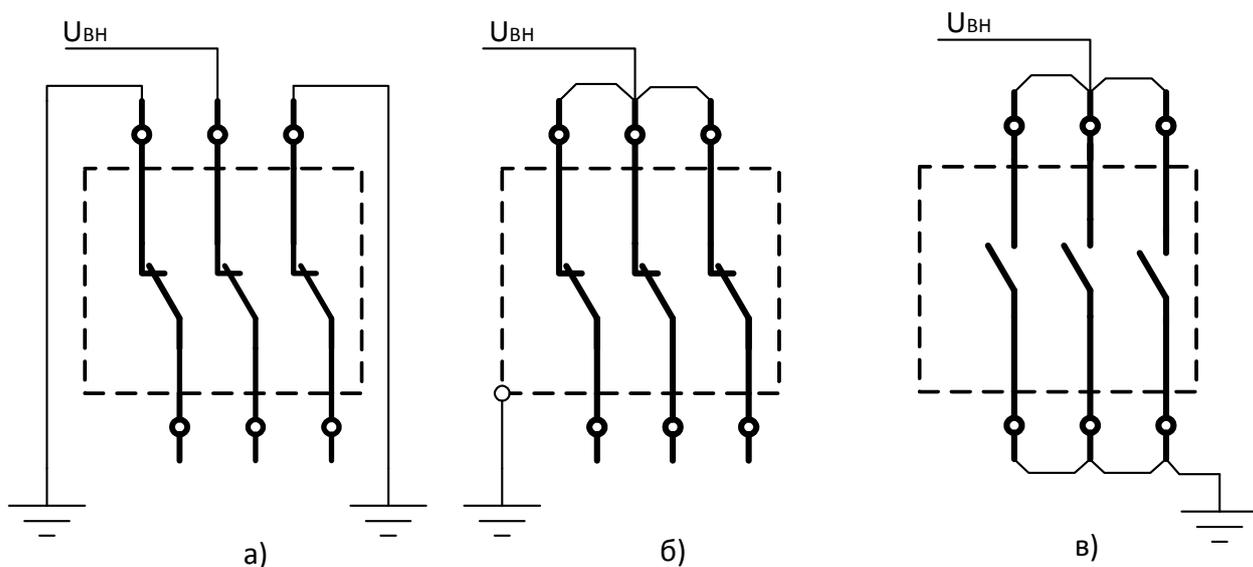

Рисунок 1
(см.рисунок 1).
Для схемы проверки по рис. 1а) и 1в) испытательное напряжение равно 42 кВ (для сети 10 кВ) и 32 кВ (для сети 6 кВ), для схемы рис. 1 б) – 37,8 кВ (для сети 10 кВ) и 28,8 кВ (для сети 6 кВ).
- к среднему полюсу выключателя во включенном его положении при заземленных крайних полюсах (рис. 1а). Этим проверяется междуфазовая изоляция выключателя;
- ко всем трем полюсам выключателя при включенном его положении относительно "земли" (рис.1б). Этим проверяется основная изоляция выключателя;
- между разомкнутыми контактами одного и того же полюса при отключено положении выключателя (рис.1в). Этим проверяется изоляция внутреннего разрыва выключателя (продольная изоляция).